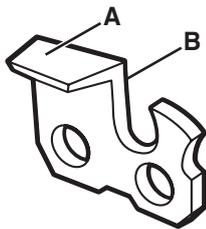

Abb. 17
2. Verwenden Sie eine Rundfeile mit dem 1,1-fachen Durchmesser der Schneidzahnentiefe. Stellen Sie sicher, dass 20% des Feilendurchmessers über der oberen Platte des Schneidwerkzeugs liegen (Abb. 17).